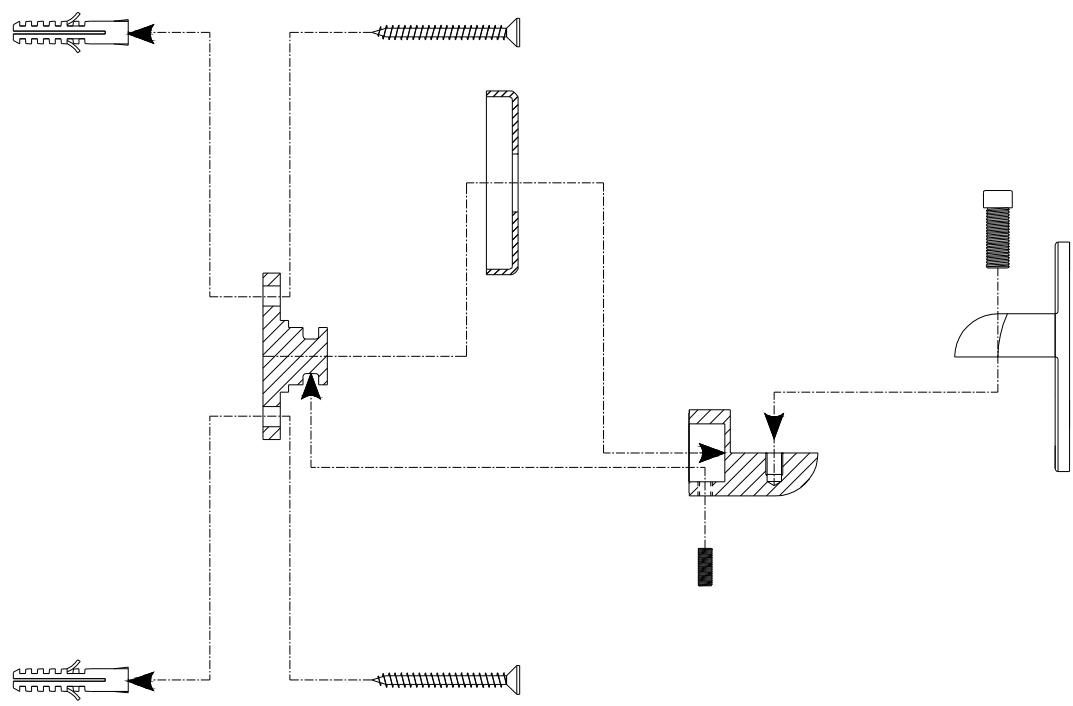

Fig. 2
3.2 Assemblare i supporti e fissarli al muro come descritto nella Fig. 2 utilizzando tasselli idonei alla tipologia della muratura ed in grado di sostenere a parete il radiatore. In dotazione vengono forniti tasselli D.8 mm per cemento armato. Le distanze e gli interassi di fissaggio dipendono dal modello acquistato. Seguire attentamente le misure riportate nel disegno e nella tabella di Fig. 1.
3.3 Agganciare il radiatore ai supporti tassellati a muro, appoggiandolo e fissandolo con le viti in dotazione come da Fig. 2. Assicurarsi che l'appoggio sia il più preciso possibile, se necessario regolare i supporti facendoli scorrere lungo le
3.2 Assemble the supports and secure them to the wall as described in fig. 2 using plugs that are suitable to type of wall, and sturdy enough to anchor the radiator to the wall. The radiators are supplied as standard with 8mm diameter plugs for reinforced concrete. Fixing distances and centre distances depend on the model purchased. Comply with the measures shown on the drawing and listed in the table in fig. 1.
3.3 Hang the radiator from supports fastened to the wall with the plugs, and secure it with the screws supplied as standard as shown in fig. 2. Make sure that the supports are arranged as accurately as possible, if necessary, adjust the supports by sliding them along the slots after removing the disc cover and